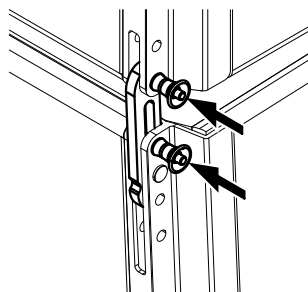

Abb. 3: SUB zu SUB, 2.5° Öffnungswinkel, offen
- c. SUB zu SUB mit 2.5° Öffnungswinkel (offen ⇒ Abb. 3) zwischen den Lautsprechern.